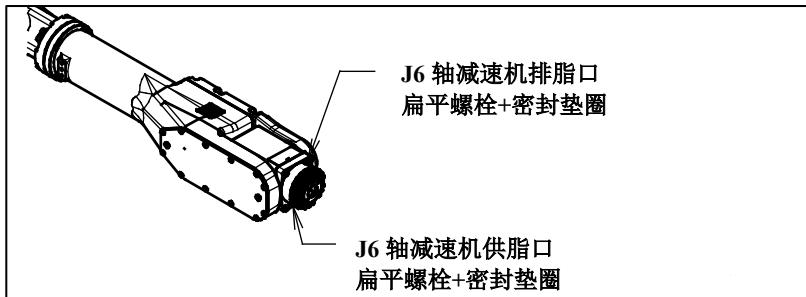

图 7.3.2 (a) J6 轴减速机的供脂
- (ii) 有关供脂部位、供脂方法, 请参阅图 7.3.2 (a)、表 7.3.2 (a)。